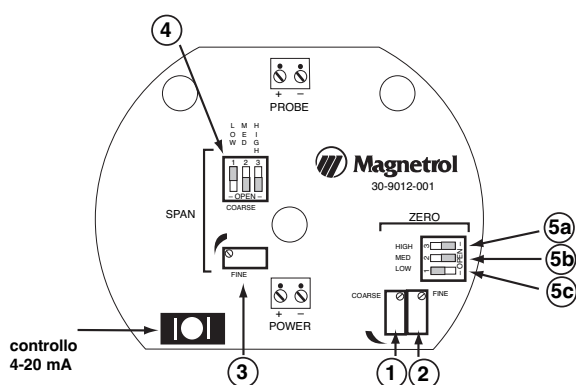

Figura 9
2. Ruotare il controllo di zero grossolano ①, zero fine ② e campo fine ③ in senso orario (CW) di 20 giri o fino al punto di arresto. Posizionare i DIP switches del campo grossolano in posizione APERTO ④.
Assicurarsi che i DIP switches di Zero 2 e 3 siano in posizione Aperto e che il DIP switch di Zero 1 sia in posizione Chiuso ⑤. Vedi Figura 9.